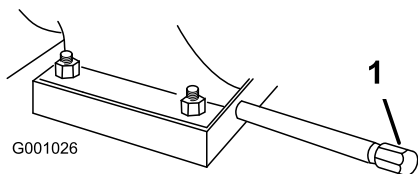

Рисунок 32
1. Очистите поверхность вокруг пробки для слива масла (Рисунок 32).